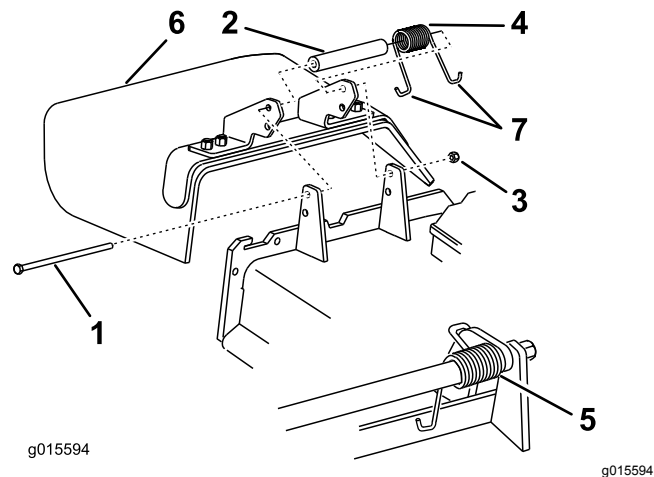

Figura 104
Nota: Asegúrese de colocar un extremo con gancho en J del muelle detrás del reborde de la carcasa antes de instalar el perno, según se muestra en Figura 104.
6. Coloque 1 extremo en J del muelle alrededor del deflector de hierba (Figura 104).
1. Retire la contratuerca, el perno, el muelle y el espaciador que sujetan el deflector a los soportes de pivote (Figura 104).
2. Retire el deflector de hierba dañado o desgastado (Figura 104).